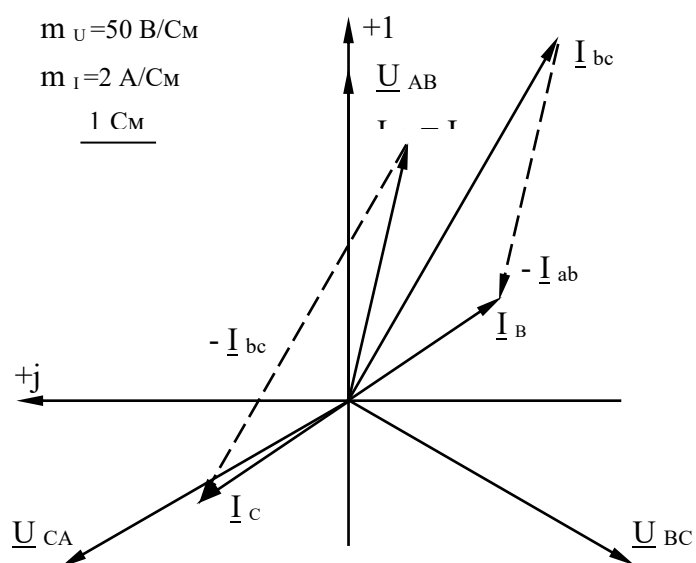

Рисунок 2.10
16. Векторную диаграмму токов и напряжений строим по результатам расчетов (рисунок 2.10)